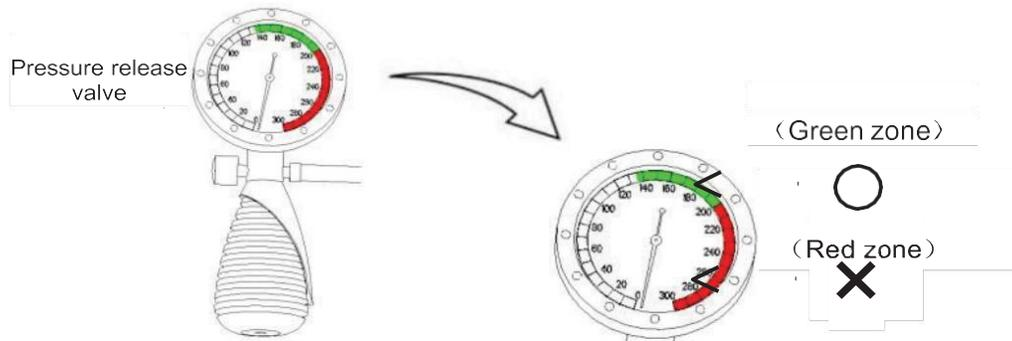

Fig 7.6
- Seuls le conduit du connecteur de pression pour test de fuite peuvent être immergés. (comme indiqué à la figure 7.6). L'immersion d'autres composants du testeur de fuites pourrait les endommager.
- La pression ne doit pas dépasser 200 mmHg. Si la pression augmente trop, l'endoscope risquerait d'être endommagé. Appuyez sur la soupape de décompression pour évacuer l'air (comme indiqué à la figure 7.6).